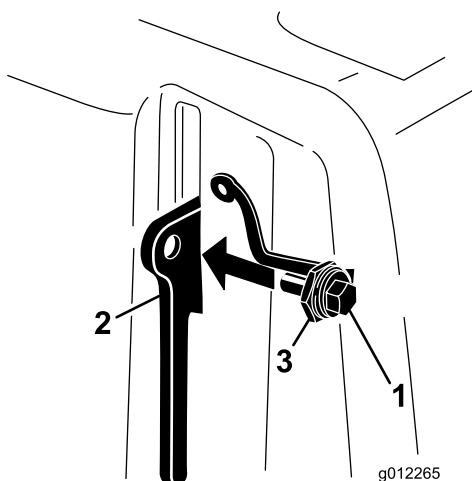

Figura 11
3. Inserite il bullone nella leva del dispositivo di fermo del paracinghia (Figura 11).